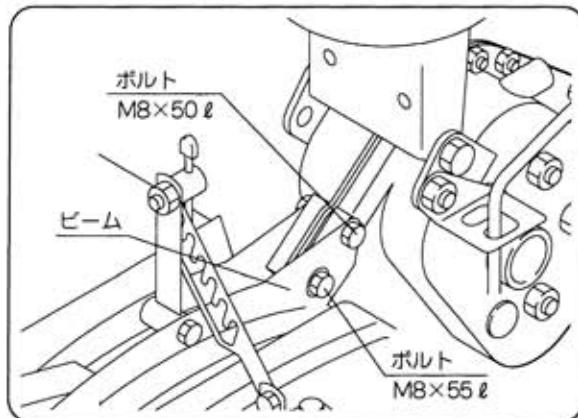

図52
- ① ビーム取付ボルト2本(M8×50ℓ、M8×55ℓ各1本)のナットをゆるめてください。(図52)